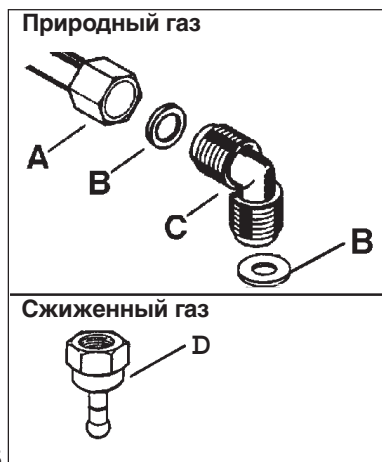

Рис. 5
ВАЖНО - Для обеспечения правильной работы, экономии энергии и длительного срока службы прибора, напряжение питания и давление газа должны соответствовать рекомендованным величинам. Регулируемое колено крепится к трубе газовой магистрали при помощи гайки G 1/2". Вставьте между деталями уплотнение, как показано на Рис. 5. Привинтите части без затягивания, отрегулируйте штуцер в требуемом направлении и затяните все соединения.
Сжиженный газ: используйте резиновый трубордержатель «D» (Рис. 5). Всегда устанавливайте прокладку «B». Затем приступите к подсоединению газа. Гибкий шланг должен соответствовать следующим требованиям:
- температура ни одной из его частей не должна превышать комнатную более, чем на 30°C; если при подключении гибкого шланга к вентилю он должен проходить за кухонной плитой, его необходимо установить, как показано на Рис. 5;